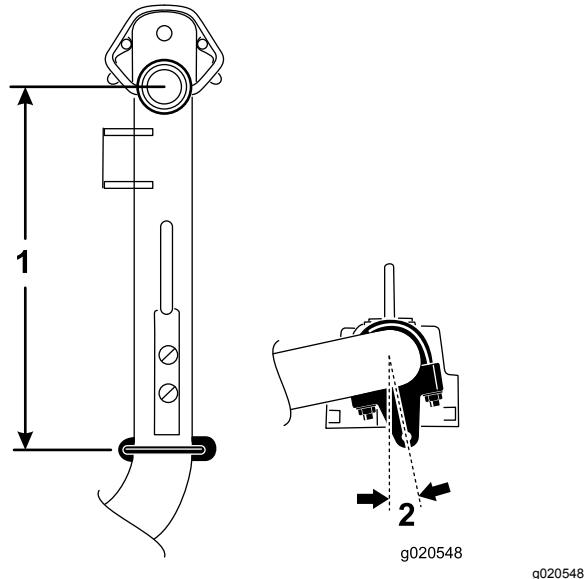

**Figura 6**
4. En los brazos de elevación números 2 y 3, posicione los soportes y los pernos en U a 38,1 cm por detrás de la línea central del nudo del pivote (Figura 6).